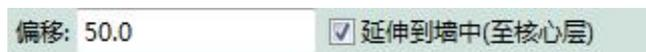

图 4-6 楼板边缘偏移值
3) 在选项栏上, 输入楼板边缘的偏移值(图 4-6)。在使用“拾取墙”时, 可选择“延伸到墙中(至核心层)”输入楼板边缘到墙核心层之间的偏移。